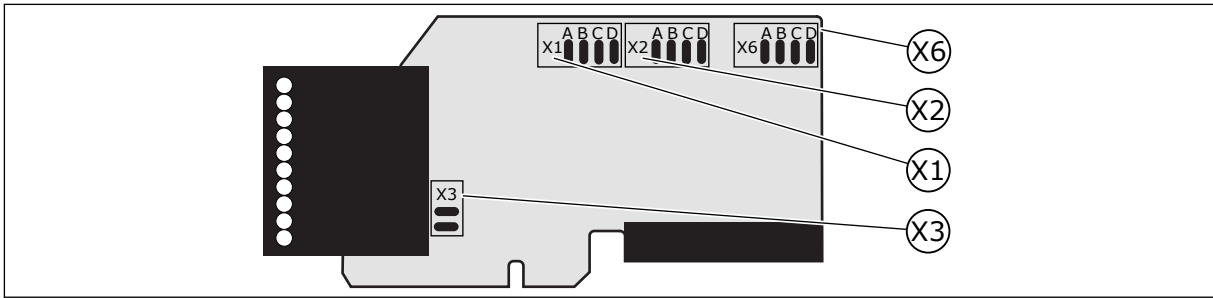

图 26: OPTA1 上的跳线块
*) 请参见图 26 OPTA1 上的跳线块。
A1 基本板上有 4 个跳线块: X1、X2、X3 和 X6。每个跳线块包含 8 个针和 2 个跳线。有关可能的跳线选择, 请参见图 26。